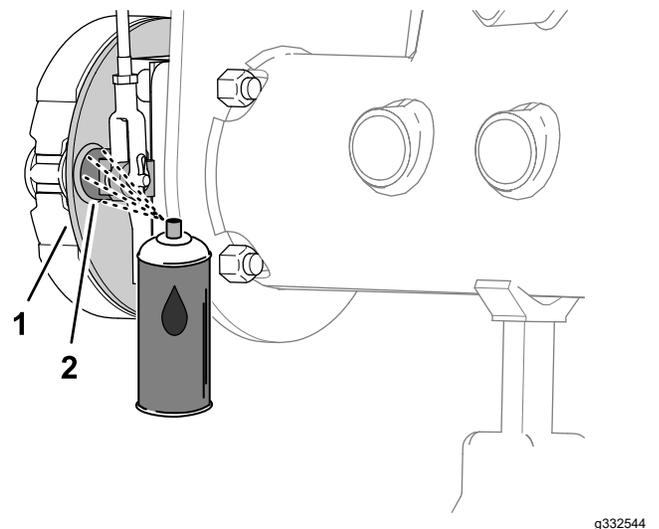
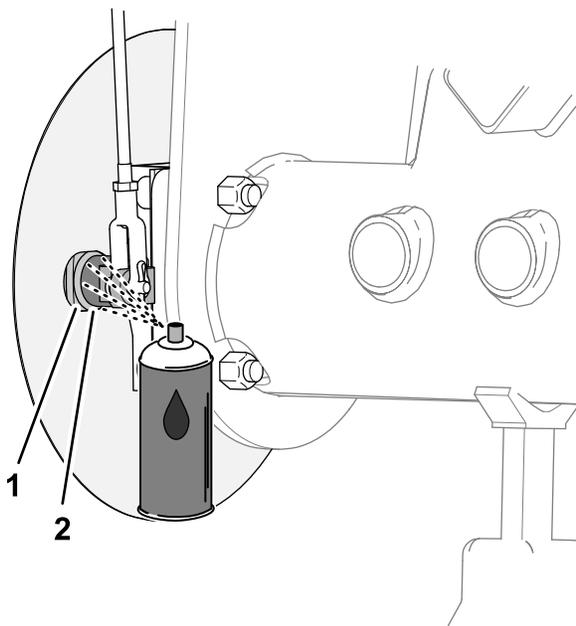

図 65
図 66
1. ブレーキのバックングプレートの機体中心側グラスシールド非装着車の場合または、ホイールシールドの機体中心側グラスシールド装着車の場合に、ブレーキのカムシャフトとバックングプレートとの間に浸潤性のオイルをスプレーする 図 65 または 図 66。